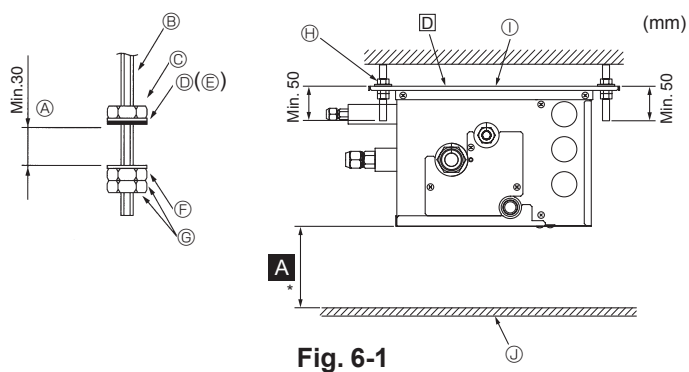

Fig. 6-1
- (2) Montera brickor och muttrar (①, ②, införskaffas lokalt) på upphängningsbultarna. (Fig. 6-1)
- (3) Häng upp enheten på upphängningsbultarna.